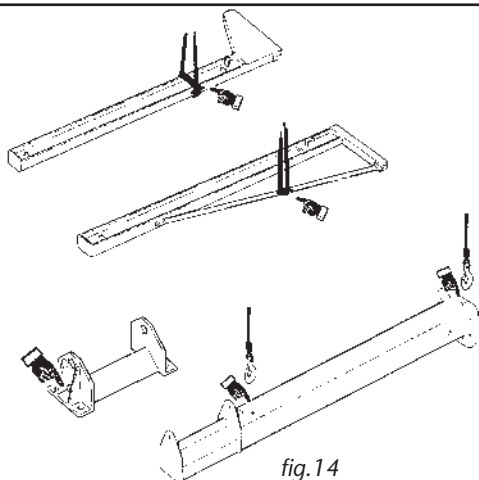

fig.14
- Imbracare le parti della gru con idonee attrezzature per non danneggiare le superfici verniciate: (fig.14)